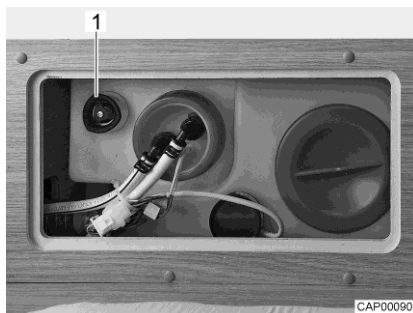

Fig. 61 Serbatoio dell'acqua con maniglia girevole
- Sul serbatoio dell'acqua, ruotare la maniglia girevole (Fig. 61,1) in senso orario fino all'arresto.
- Sul serbatoio dell'acqua, ruotare la maniglia girevole (Fig. 61,1) in senso antiorario fino all'arresto. L'acqua fuoriesce fino a ca. 20 litri.